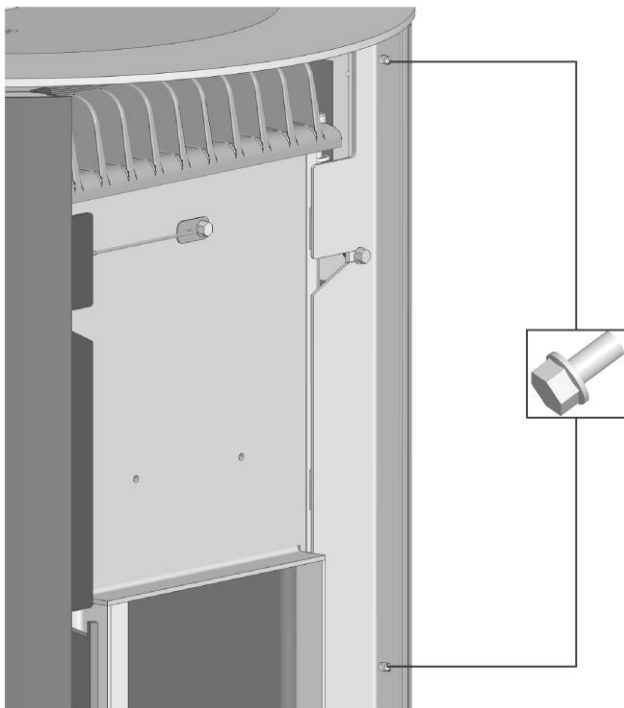
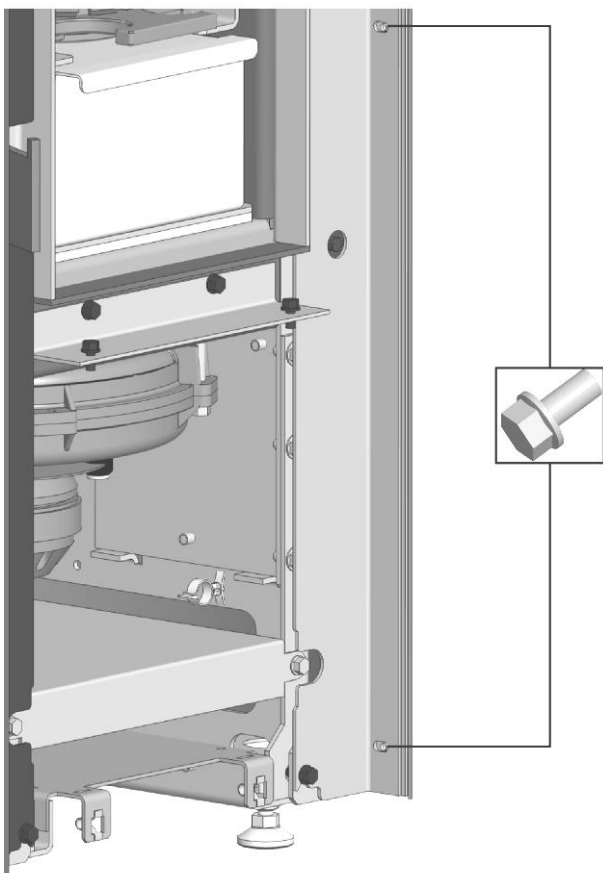

Fig. 29 : dévisser les vis de fixation avant supérieures
Fig. 30 : dévisser les vis de fixation avant inférieures
4. À l'avant, dévisser quatre vis latérales de chaque côté (Fig. 29 et Fig. 30).